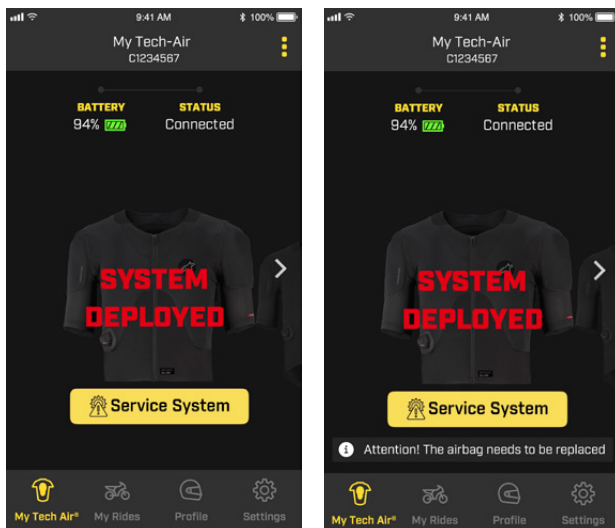

Abbildung 18: Ansicht des ausgelösten Tech-Air® Systems (links) und Ansicht der Airbag (11)-Austauschanzeige (rechts).
Im Falle eines Systemeinsatzes und wenn kein Gasgenerator (9) verfügbar ist, teilt die App dem Benutzer diesen Status mit, indem sie die Meldung „SYSTEM DEPLOYED“ anzeigt, wie in Abbildung 18 dargestellt.